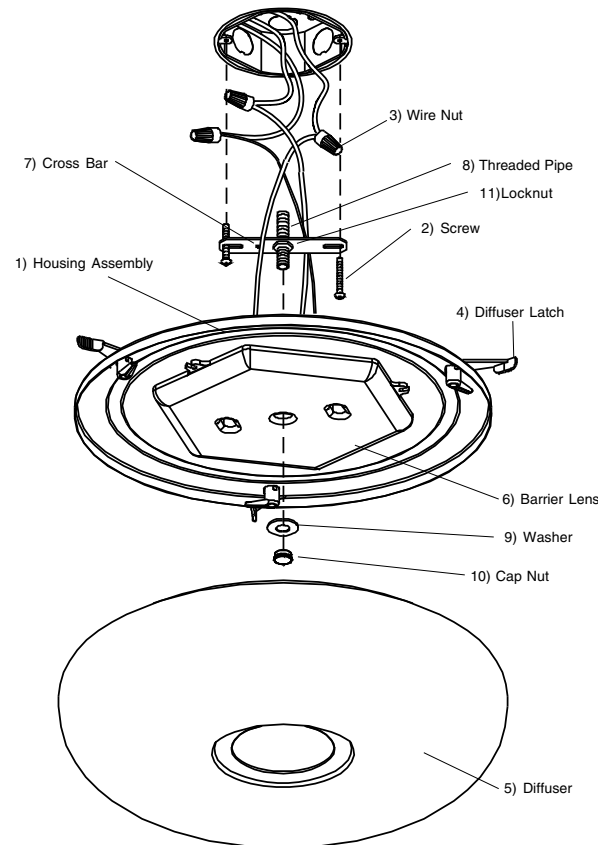

Figure 1 (Round version shown)
4. L'alimentation coupée, soutenir fermement le bloc boîtier (1) et connecter le fil de terre vert de l'appareil au fil de terre nu en cuivre de la boîte de jonction à l'aide d'un capuchon de connexion (3). (Si le câblage d'alimentation ne comprend pas un fil de mise à la terre, consulter votre code d'électricité local et vérifier les méthodes conformes de mise à la terre). Voir la Fig. 1.
5. Employer les capuchons de connexion (3) pour connecter le fil noir de l'appareil au fil noir d'alimentation et le fil blanc au fil blanc d'alimentation. Voir la Fig. 1.
7. Alignez la tige filetée (8) à l'orifice central du boîtier. Poussez l'ensemble de boîtier (1) sur la surface du plafond. Installez la rondelle (9) sur la tige (8) et fixez le dispositif à l'aide de l'écrou borgne (10). Remarque :
4. With the power turned off, hold the fixture Housing Assembly (1) firmly and connect the green ground wire from the fixture to the bare copper ground wire from the junction box using a Wirenut (3). (If house wiring does not include a ground wire, consult your local electrical code for approved grounding methods). See Fig. 1.
5. Use Wirenuts (3) to connect black fixture wire to the black power supply wire and white fixture wire to the white power supply wire. See Fig. 1.
6. Hold Housing Assembly (1) in one hand and with the other hand position wires up and into outlet box.
7. Align Threaded Rod (8) with center hole on Housing. Push Housing Assembly (1) to ceiling surface. Install Washer (9) onto Rod (8) and secure fixture with Cap Nut (10).
4. Con la electricidad apagada, sostenga la Ensamblaje de la carcasa (1) firmemente y conecte el alambre verde de conexión a tierra del luminario al alambre desnudo de cobre de la caja de ensambladura usando un capuchón de alambres (3). (Si el alambrado de la casa no incluye un alambre de hacer tierra, consulte su código eléctrico local para métodos aprobados de hacer tierra. Vea Fig. 1.
5. Use Capuchones de Alambres (3) para conectar el alambre negro del luminario al alambre negro de suministro eléctrico y el alambre blanco del luminario al alambre blanco de suministro eléctrico. Vea Fig. 1.
6. Sostenga el Ensamblaje de la Carcasa (1) con una mano y con la otra estire los cables dentro de la caja de conexiones.
7. Alinee la vara roscada (8) con el orificio central en la carcasa. Empuje el conjunto de la carcasa (1) a la superficie del techo. Instale la arandela (9) en la vara (8) y asegure el montaje con la tuerca ciega (10).